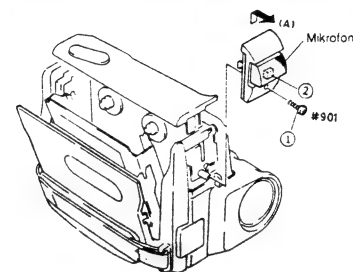
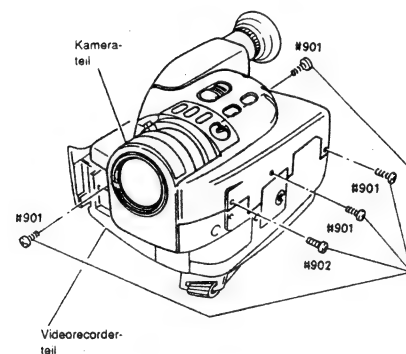

Abb. 2-11
Abb. 2-12
- 1) Eine (1) Befestigungsschraube des Mikrofons (MIC) entfernen (siehe Abb. 2-11).
- 2) Das Mikrofon in Richtung des Pfeils (A) entfernen und einen (1) Stecker (CN104) von dem Mikrofon abtrennen.
- 3) Fünf (5) Befestigungsschrauben des Kamerablocks und des Videorecorderteils entfernen (siehe Abb. 2-12).